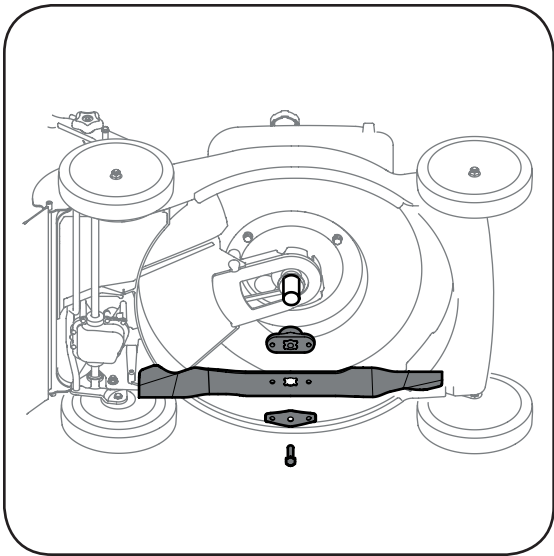

Figura 5-3: Quite el perno, soporte de campana, cuchilla y adaptador para tener acceso a la cuchilla.
2. Retire del cigüeñal del motor el perno, el soporte de campana de la cuchilla, la cuchilla y el adaptador de la cuchilla, Figura 5-3.